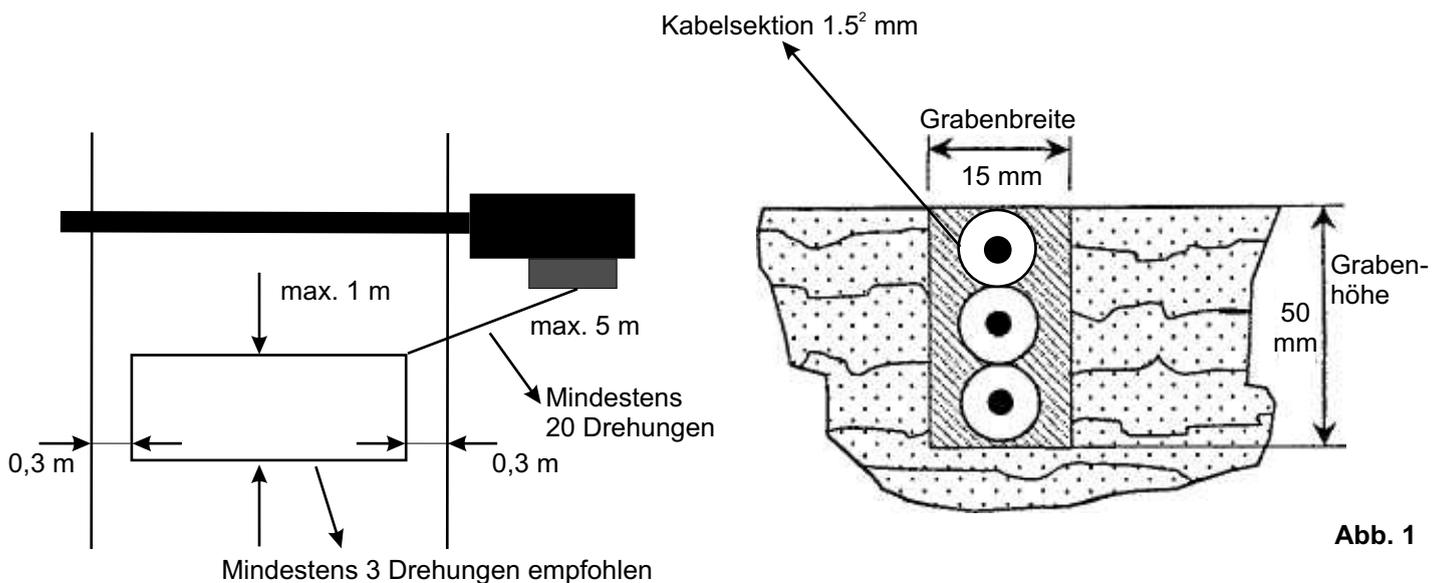

Abb. 1
5. EIGENSCHAFTEN DER MAGNETSCHLEIFE (Abb. 1)